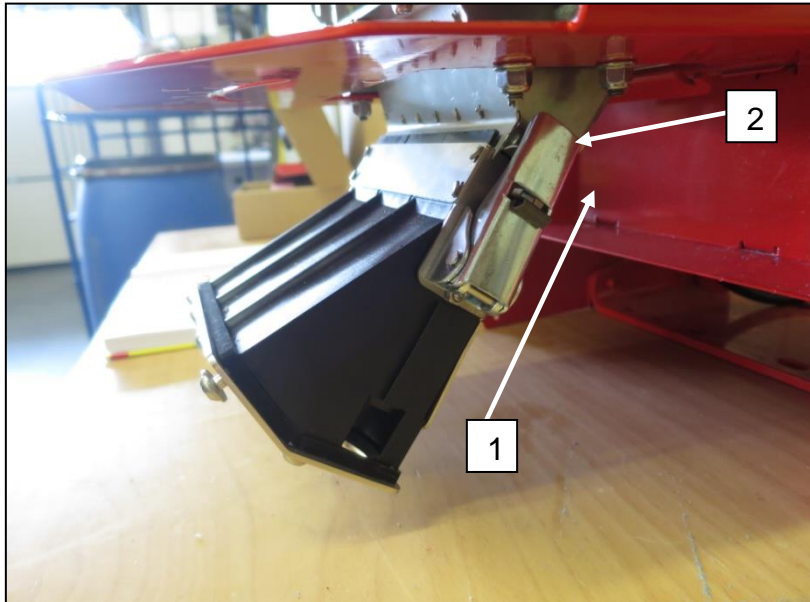

Abb.: 150
- Montieren Sie die Übergangsstücke von unten in Pfeilrichtung **1** (Abb.: 150) auf den Luftkanal und fixieren sie diese beidseitig mit je einem Spannverschluss **2**.